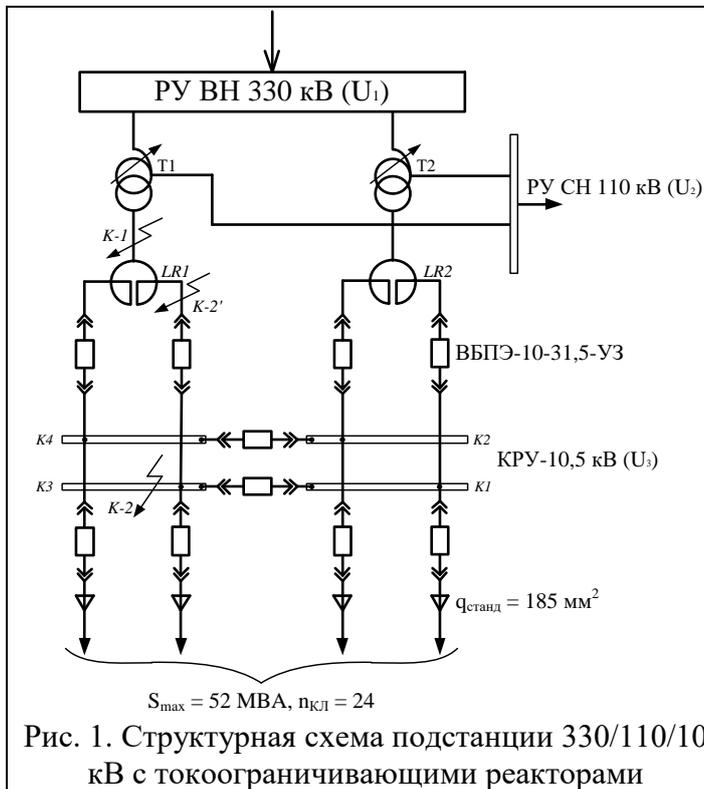

Рис. 1. Структурная схема подстанции 330/110/10 кВ с токоограничивающими реакторами
Задание. Выполнить обоснование и выбор количества и мощности трансформаторов на подстанции 110/10 кВ. Выбрать число и мощность трансформаторов на понижающей подстанции 110/10 кВ. Район сооружения – центр европейской части страны, московский регион. Суточные графики нагрузки потребителей подстанции даны на рис. 1; значения $S_i = P_i/\cos\varphi = P_i/0,92$, где P_i – активная нагрузка в i -й час, $\cos\varphi$ – коэффициент мощности.
Задание. Выбрать мощность автотрансформатора напряжением 220/110/15,75 кВ, включенного в блок с генератором 200 МВт, $\cos\varphi=0,85$. Мощность генератора передается в сеть 220 кВ, кроме этого из сети 110 кВ в сеть 220 кВ передается 120 МВт, $\cos\varphi = 0,92$ (рис. 1).
- начальное значение периодической составляющей тока трехфазного КЗ до реактора (точка К-1, рисунок 1) – $I_{n0} = 37 \text{ кА}$.